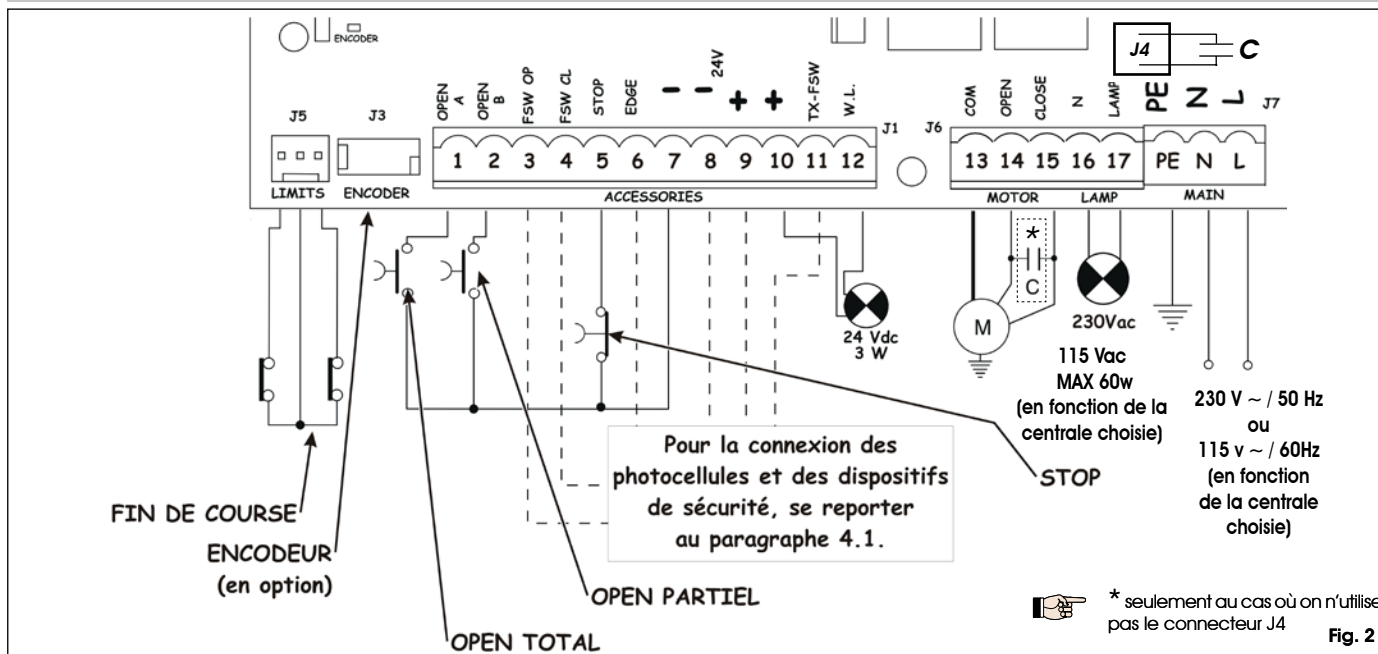

Fig. 2
4.2. Bornier J7 - Alimentation (fig. 2)	page.24
4.3. Bornier J6 - Moteurs et feu clignotant (fig. 2)	page.24
4.4. Bornier J1 - Accessoires (fig. 2)	page.24
4.6. Connecteur J6 - Embrochage rapide du Fin de course (fig. 2)	page.25
4.7. Connecteur J3 - Embrochage rapide de l'Encodeur (fig. 2)	page.25
Connecter la terre à la borne spécifique prévue sur le connecteur J7 de la platine (voir fig.2).
4.2. Bornier J7 - Alimentation (fig. 2)
4.3. Bornier J6 - Moteurs et feu clignotant (fig. 2)
4.4. Bornier J1 - Accessoires (fig. 2)